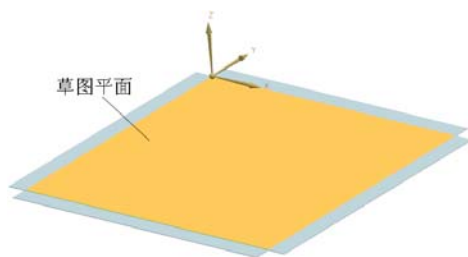

图 11-58 选择草图工作平面
(1) 选择“菜单(M)”→“插入(S)”→“在任务环境中绘制草图(V)”命令, 平面方法选择“现有平面”, 选择草图工作平面, 如图 11-58 所示。